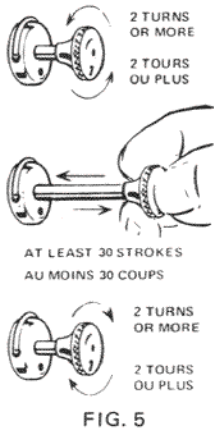

FIG. 5
2. TEST PUMP – with Pump Knob in closed position (turn right), place thumb over hole in Pump Knob (Fig. 5) and pump. If little or no resistance is felt, oil or replace pump leather (see note below). If pump resists, go to Step 3.
3. Open Pump Knob by turning two (2) turns to left.
4. With thumb over hole in Pump Knob, pump 30 or more strokes of air into tank (Fig. 5). If tank is not full of fuel, more strokes will be required.
2. VÉRIFICATION DE LA POMPE – Le bouton de la pompe étant fermé (tournez à droite), posez le pouce sur le petit trou (fig. 5) et pompez. Si vous sentez un peu de résistance, lubrifiez ou remplacez le cuir de pompe (voyez le nota ci-après). Si la pompe résiste, passez aux directives du paragraphe 3.
3. Tournez le bouton de la pompe de deux (2) tours, à gauche.
4. Mettez le pouce sur le petit trou du bouton de la pompe puis pompez quelque 30 fois pour remplir le réservoir d'air, fig. 5. Si le réservoir n'est pas plein de combustible, il vous faudra peut-être pomper plus.